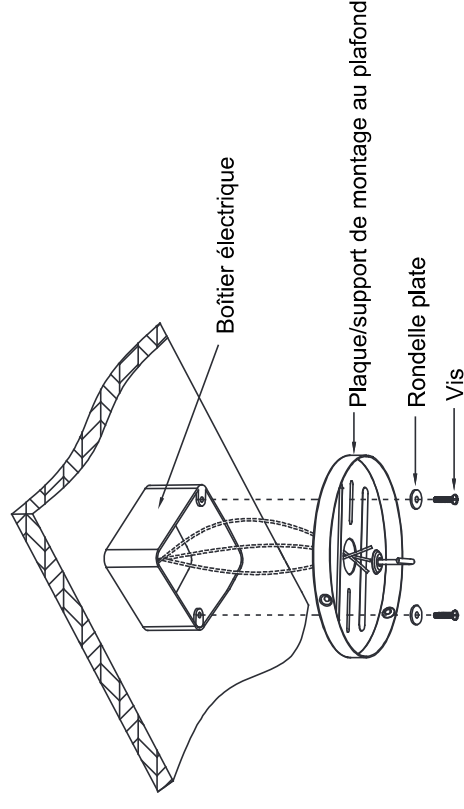

Fig. 5
Étape 1. Acheminer les fils d'alimentation 120 Volt à partir du boîtier électrique du plafond à travers le centre de l'étrier de montage. Fixer solidement la plaque/support de montage au plafond au boîtier du plafond tel qu'illustré (**Fig. 5**).